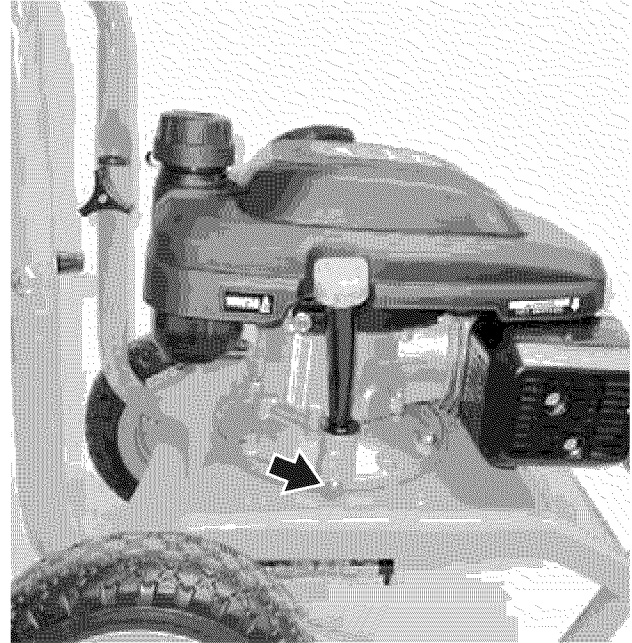

Figura 51 – Tapón de drenaje del aceite
6. Retire el tapón de llenado de aceite (*Ver Figura 51*). Después de hacerlo, coloque el tapón de drenaje del aceite sobre una superficie limpia.